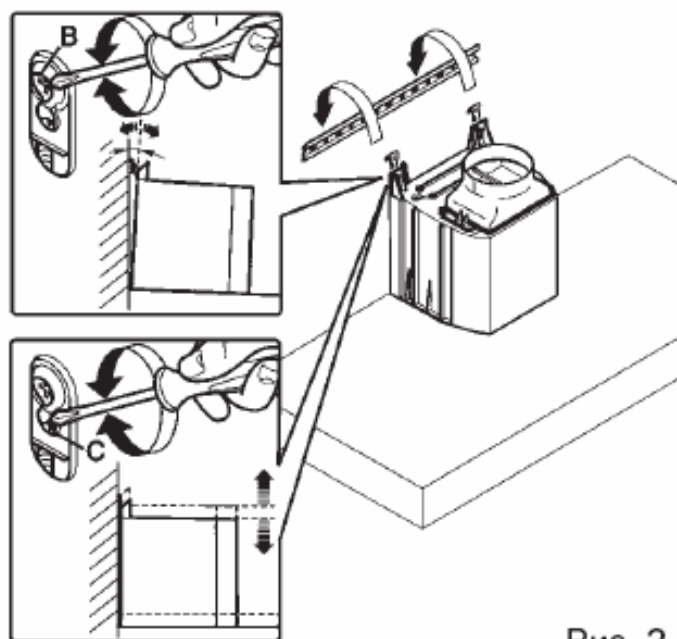

Рис. 2
- Навесьте вытяжку на поддерживающую планку (рис.2).